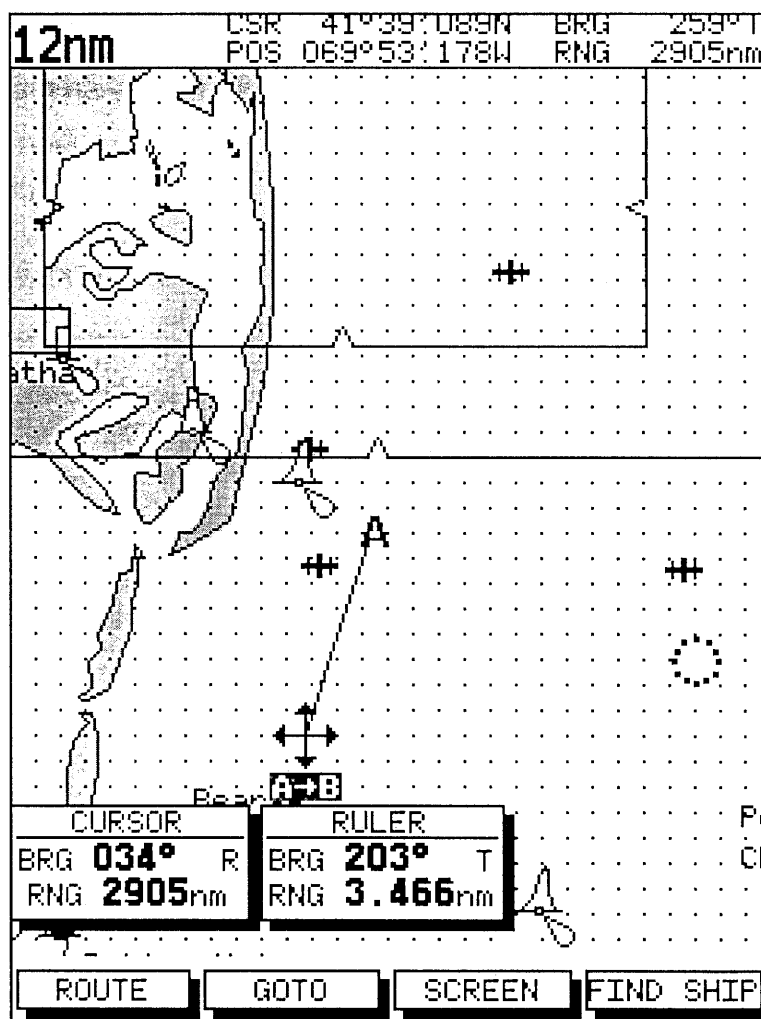

Abb. 6-1: Entfernungsmessung mit VRM
3. Mit dem Trackpad bewegen Sie den Cursor an den Endpunkt der Messung. Eine Linie verbindet den Cursor mit dem Startpunkt, und das Lineal-Datenfenster wird aktualisiert und zeigt nun Peilung und Länge der Linie an (siehe *Abb. 6-1*).